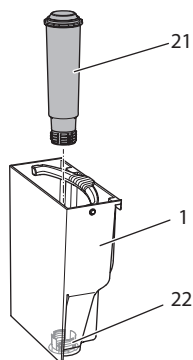

Bild 15: Skruva fast eller lossa vattenfiltret
- Ta ut vattenfiltret (se Bild 15 på sidan 182).
9. Sätt i ett nytt filter i vattenbehållaren (se Bild 15).
3. Ta ut vattenfiltret (se Bild 15).